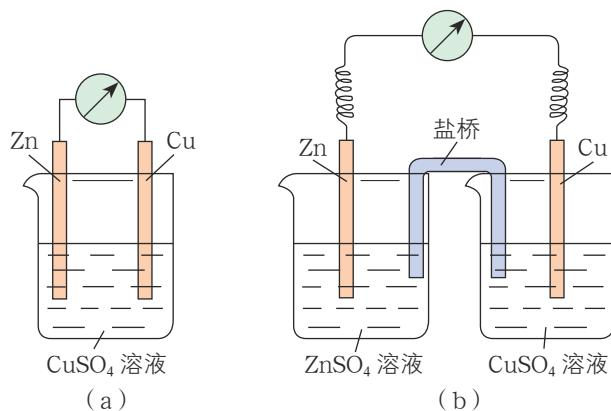

图1-2-2 铜锌原电池
你认为图1-2-2所示装置是否能够构成原电池将化学能转化成电能？请说明理由。
按图 1-2-2 组装装置进行实验，观察并记录实验现象。
- 分析图 1-2-2 所示 (a) (b) 两个原电池各部分的作用，确定其电极反应物、电极材料和离子导体。
- 分析图 1-2-2 所示 (a) (b) 两个原电池的工作原理，写出电极反应。
- 比较图 1-2-2 所示 (a) (b) 两个原电池，说明各自的优缺点。
分别采用图 1-2-2 (a)、1-2-2 (b) 所示装置进行实验时，检流计的指针均发生了偏转，说明均有电流产生，即发生了化学能转化为电能的过程，(a) (b) 都形成了原电池。进一步分析可知，图 1-2-2 (a)、1-2-2 (b) 所示原电池中，负极反应物和负极材料均为锌片，正极反应物均为 CuSO_4 溶液，正极材料均为铜片；图 1-2-2 (a) 所示原电池的离子导体为 CuSO_4 溶液，而图 1-2-2 (b) 所示原电池则由 CuSO_4 溶液、 ZnSO_4 溶液和盐桥共同做离子导体，构成离子移动的“通道”。
根据电流的方向可知，图 1-2-2 (b) 所示原电池的电极上发生的反应与图 1-2-2 (a) 所示原电池的相同：锌原子失去电子被氧化成 Zn^{2+} 进入溶液，锌片上的电子通过导线流向铜片； CuSO_4 溶液中的 Cu^{2+} 在铜片上获得电子，被还原成铜沉积在铜片上。在图 1-2-2 (b) 所示的原电池中，盐桥中的阴离子（如 Cl^- ）进入 ZnSO_4 溶液，阳离子（如 K^+ ）进入 CuSO_4 溶液。
在图 1-2-2 (b) 所示原电池中，两个电极反应是在彼此隔离的条件下进行的，锌与 Cu^{2+} 不直接接触，这样可以使我们更清楚地认识电池中发生的化学反应。